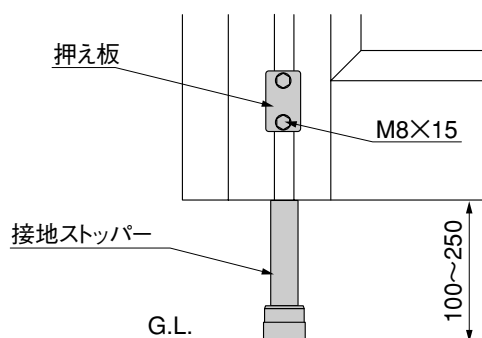

図6-1 接地ストッパーの調整
- ❸ ❶で外した枠RCを取付けてください。
- ❹ 接地ストッパーをGL面まで下げてください。（図6-1参照）